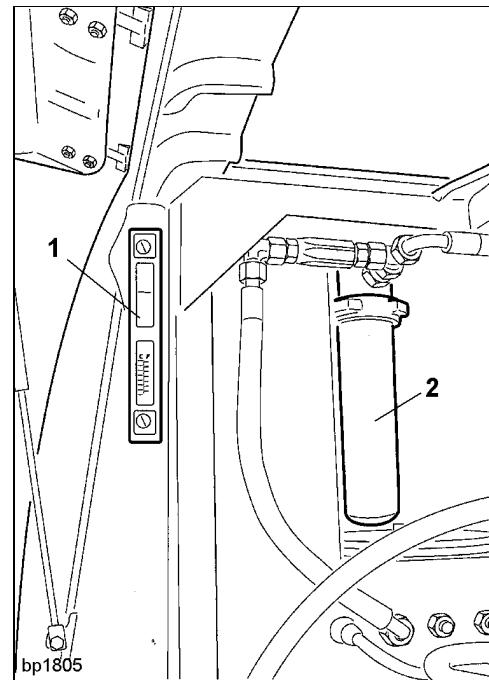

Fig. 1
- Compruebe si el grifo esférico 1 (Fig. 1) en el bloque de mando de la bomba de hormigón se encuentra en la posición de servicio.